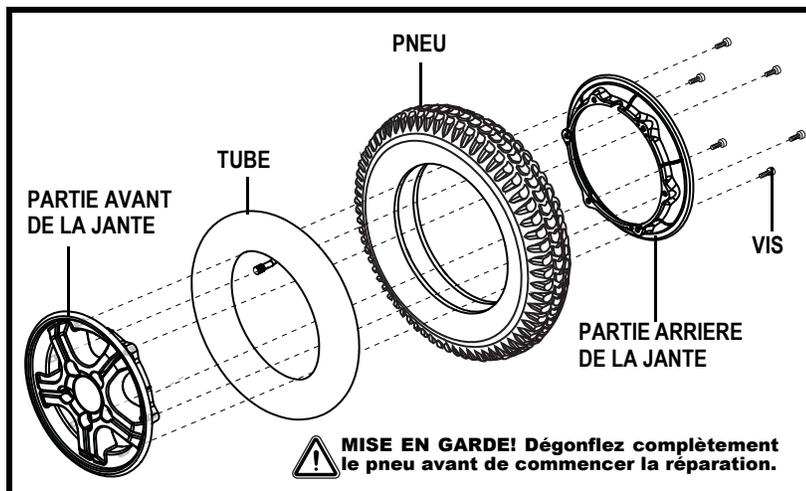

Figure 28. Roue motrice démontée
6. Retirez les vis qui retiennent les deux parties de la jante ensemble. **Voir la figure 28.**
10. Réinstallez les cinq (5) écrous de roue sur le moyeu et resserrez.